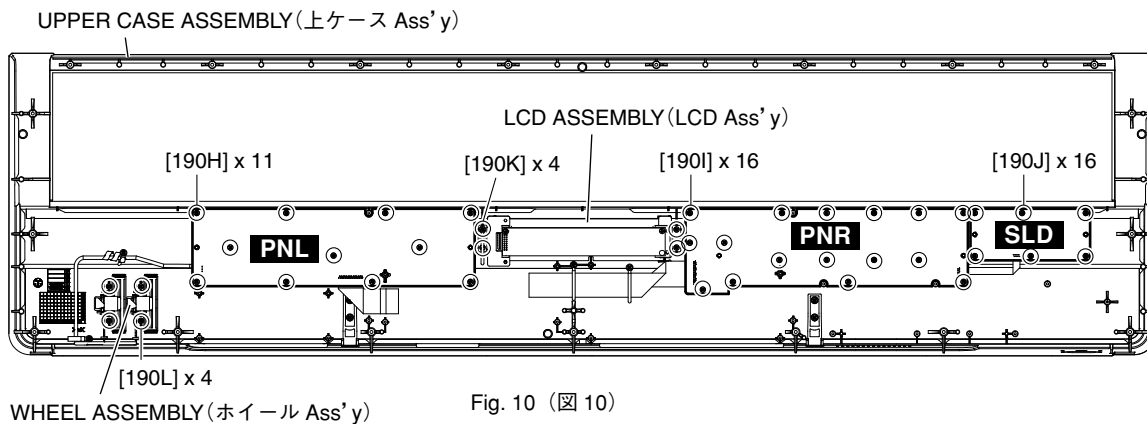

Fig. 10 (図 10)
- 10-6. Remove the eleven (11) screws marked [190H]. The PNL circuit board can then be removed. (Fig. 10)
- 10-6. [190H] のネジ 11 本を外して、PNL シートを外します。(図 10)
- 11-6. Remove the sixteen (16) screws marked [190I]. The PNR circuit board can then be removed. (Fig. 10)
- 11-6. [190I] のネジ 16 本を外して、PNR シートを外します。(図 10)
- 12-3. Remove the six (6) screws marked [190J]. The SLD circuit board can then be removed. (Fig. 10)
- 12-3. [190J] のネジ 6 本を外して、SLD シートを外します。(図 10)
- 13-2. Remove the four (4) screws marked [190K]. The LCD assembly can then be removed. (Fig. 10)
- 13-2. [190K] のネジ 4 本を外して、LCD Ass'y を外します。(図 10)
- 14-2. Remove the four (4) screws marked [190L]. The wheel assembly can then be removed. (Fig. 10)
- 14-2. [190L] のネジ 4 本を外して、ホイール Ass'y を外します。(図 10)